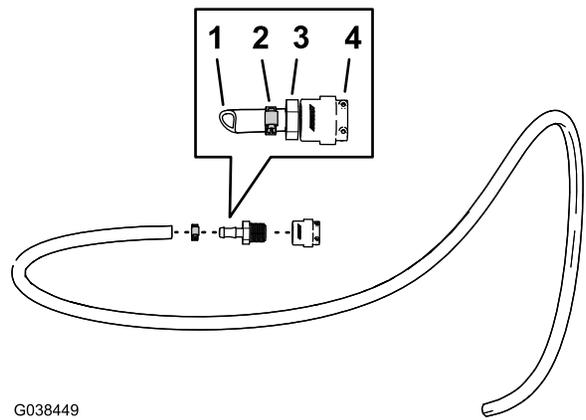

Bild 91
- Befestigen Sie den Schlauch (1,3 cm x 762 cm) mit einer Schlauchklammer 6 mm bis 11 mm im geraden, gezahnten Anschlussstück (Bild 91).
- Wickeln Sie PTFE-Band auf das Gewinde (Bild 91) des geraden, gezahnten Anschlussstücks (1/2").
- Befestigen Sie das gerade, gezahnte Anschlussstück (1/2") in der Schnellkupplung (Buchse), wie in Bild 91 abgebildet.